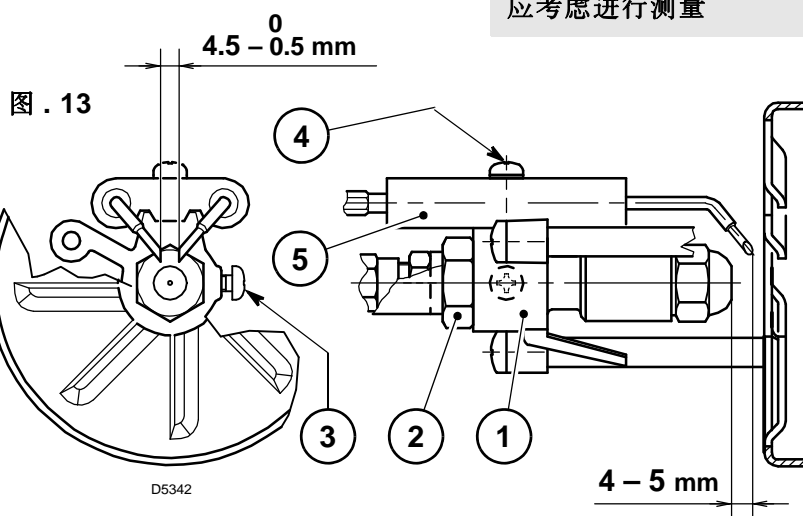

图 . 13
- ▶ 松开螺钉 (3) 后移走风管 (2)，将燃烧器悬挂在法兰 (1) 上。
- ▶ 松开固定螺钉 (3, 图 . 13, P. 7) 后从电极上移走电缆 (4)，从喷嘴座上移走旋流盘组件 (5)。
- ▶ 正确的拧上喷嘴 (6)，然后照图拧紧。
- 拧松螺钉 (2) 和 螺母 (3) 后取下喷嘴座 (1), 从控制盒和光电管 (5) 取下连接电缆 (4).
- 从电极上移去电缆 (4), 松开螺钉 (3, 图 . 13) 后从喷嘴座上 (1) 移去 旋流盘 (8).
- 正确地拧上喷嘴 (9) 按图所示拧紧 .
4.4 电极的调整 (图 . 13)
- 如需要更换喷嘴 (图 . 12, P. 7) 和检查电极的位置 (图 . 13, P. 7)。